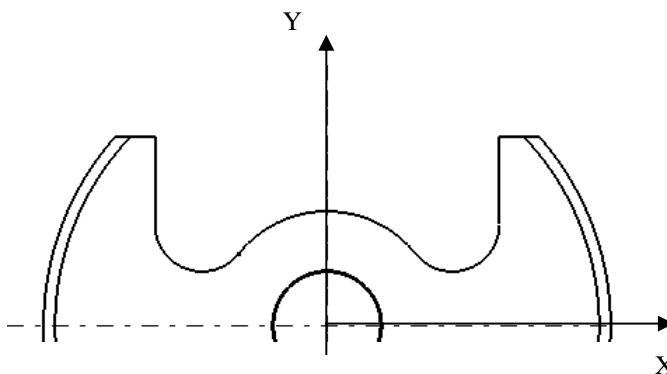

Figure 2
I.6. L'extrait de programme suivant décrit l'usinage de la poche. Dessiner la trajectoire sur la figure 2, repérer les points du profil et compléter le programme pour la réalisation de la poche en finition uniquement.